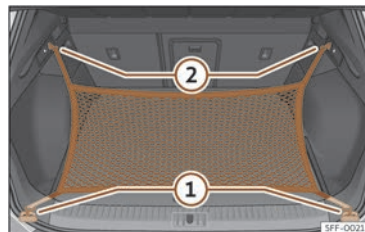

Fig. 193 En el maletero: argollas ① y ganchos ② para enganchar la bolsa de red.
- Fije los ganchos cortos de la red en las argollas de amarre >>> **fig. 193 ①** >>> ⚠. La cremallera de la bolsa tiene que quedar hacia arriba.
- Fije las cintas en los ganchos para colgar bolsas ②.